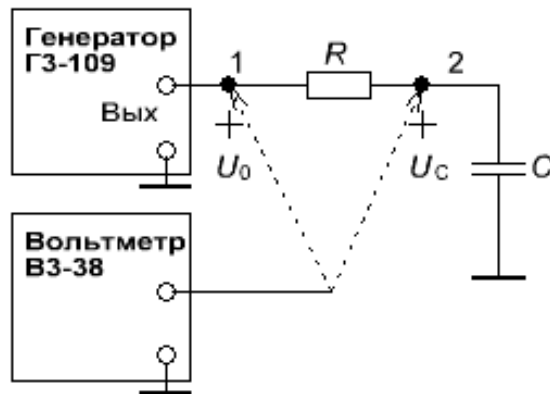

Рис. 4.2
1.4. Познакомьтесь со схемами эксперимента, представленными на рис. 4.2 и 4.3.
2.1. Соберите цепь, схема которой представлена на рис. 4.2.